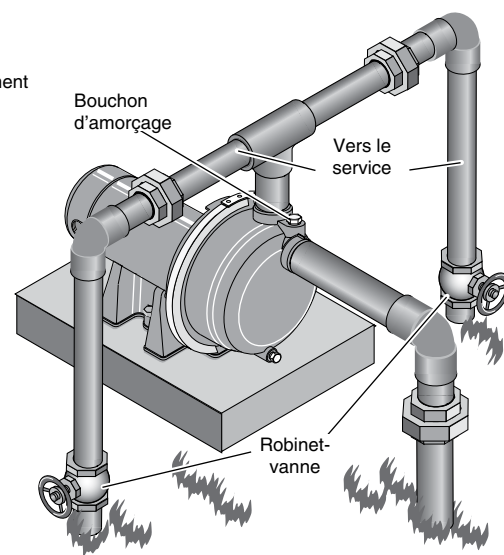

Figure 7 – Refoulements multiples
Le refoulement de la pompe peut être séparé de façon à alimenter deux (2) systèmes d'arrosage ou plus. Le branchement suggéré de tuyaux de refoulement multiples est illustré à la Figure 7.